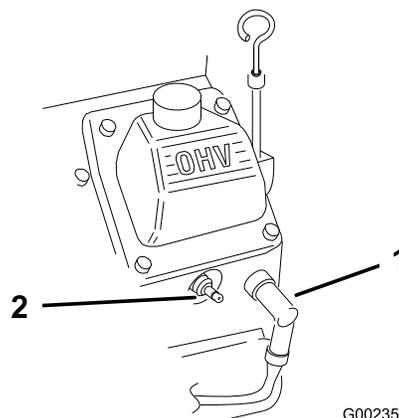

Рисунок 20
2. Отсоедините провода от свечей зажигания (Рисунок 20).